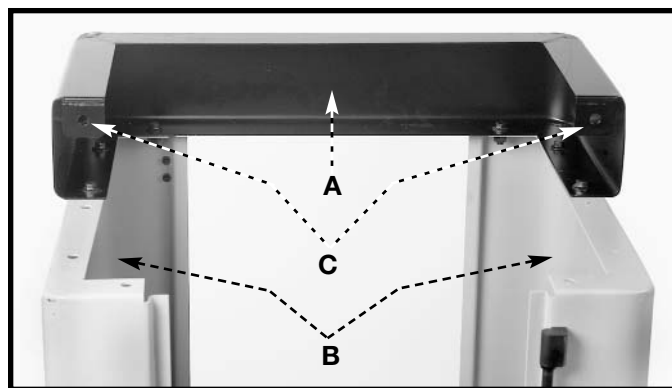

Fig. 8
14. Alinee los agujeros de la base (A), Fig. 8, con los agujeros de los dos lados (B).
15. Introduzca un tornillo de cabeza hexagonal con pestaña M8 x 1.25 x 16 a través del agujero del lado de la base de soporte (B), Fig. 8, y a través del agujero de la base (A).
19. Sujete las dos bases una con otra introduciendo un tornillo de cabeza hexagonal con pestaña M8 x 1.25 x 16 a través del agujero (C), Fig. 8, en cada base, y enrosque una tuerca hexagonal M8 x 1.25 en el tornillo.